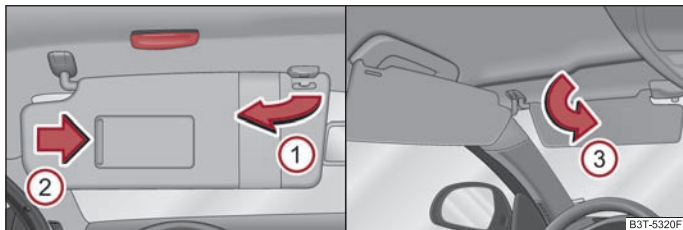

Fig. 61 Parasolarele: Rabatarea - stânga/ parasolarul dublu: Rabatarea spre înapoi - dreapta
Parasolarul șoferului și cel al pasagerului față pot fi scoase din suporturi și îndreptate către portiere (1) ⇒ fig. 61.